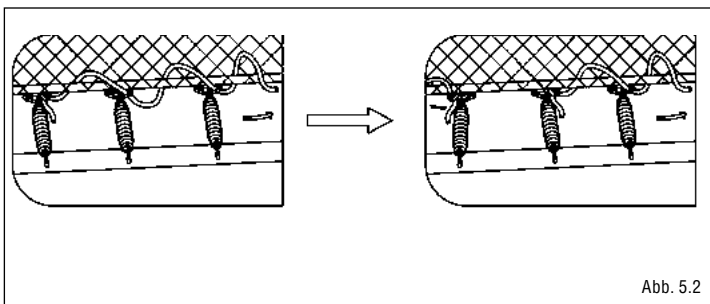

Abb. 5.2
b) Binden Sie die Zugbänder zunächst hinter den Beinstützen fest (s. Abb. 5.2)